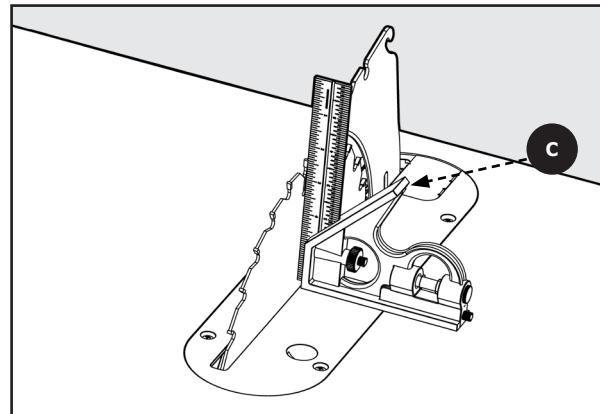

Figure 24
3. En utilisant une équerre de menuisier **C**, vérifiez l'angle de la lame par rapport à la table, carré combiné la Figure 24. Confirmer la lame est à 90° par rapport à la table.